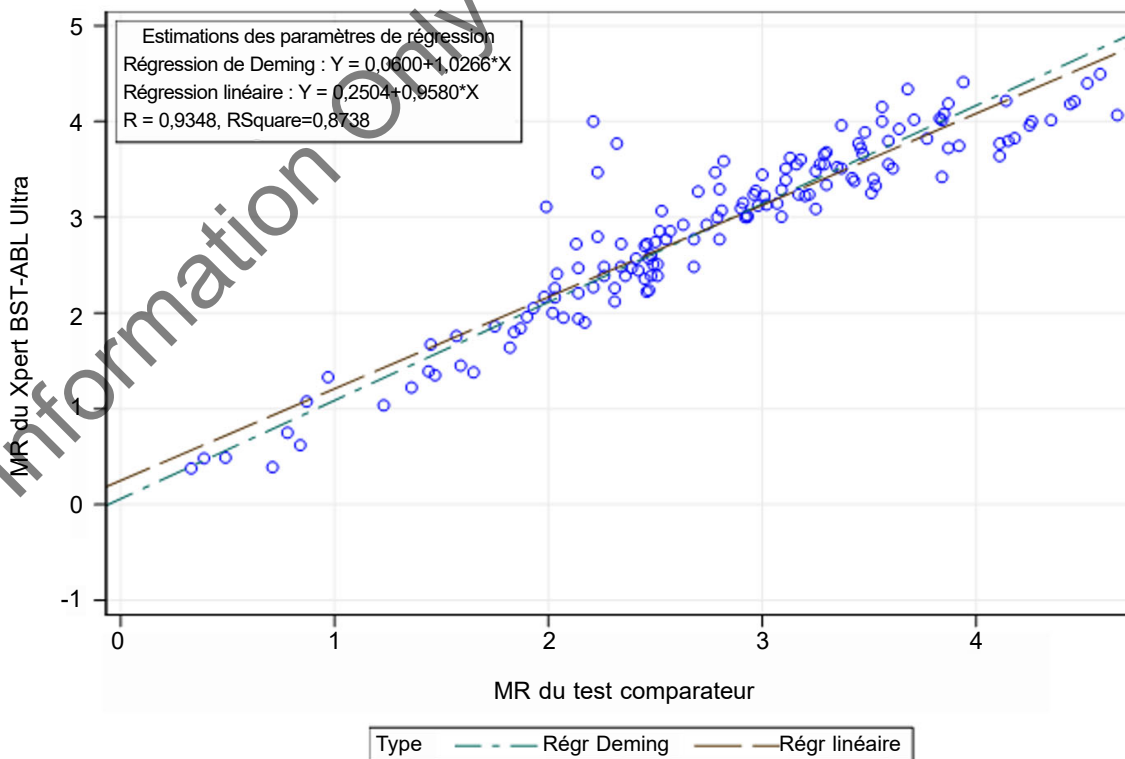

Figure 8. Analyses des régressions de Deming et linéaire
Sur les 208 résultats disponibles pour l'analyse, 147 avaient des résultats qui se situaient dans la plage mesurable quantitative pour les deux tests [0,0030 % - 55 % (IS)/MR4,52 - MR0,26 pour Xpert BCR-ABL Ultra et 0,0020 % - 50 % (IS)/MR4,72 - MR0,30 pour le test comparateur] : 117 des échantillons étaient des lysats restants congelés et 30 étaient des échantillons frais prélevés de façon prospective. Les performances du test Xpert BCR-ABL Ultra par rapport au test comparateur ont été évaluées à l'aide d'une régression de Deming afin de déterminer la pente et l'ordonnée. Figure 8 montre la régression de Deming et l'analyse de régression linéaire des 147 résultats de test (valeurs MR).